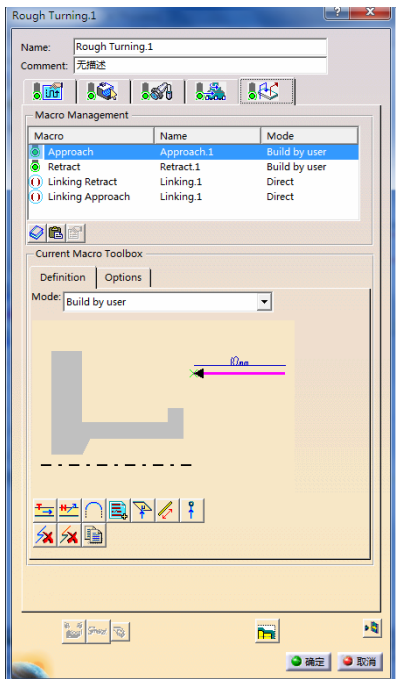

图 6-119 设置“Approach”参数 (6)
- 在“Macro Management”区域的列表框中选择“Approach”, 单击鼠标右键, 在弹出的快捷菜单中选择 Activate 命令, 在“mode”下拉列表中选择“Build by user”, 然后单击 Remove all motion 按钮和 Add Horizontal motion 按钮, “Approach”其他参数 (6) 如图 6-119 所示。